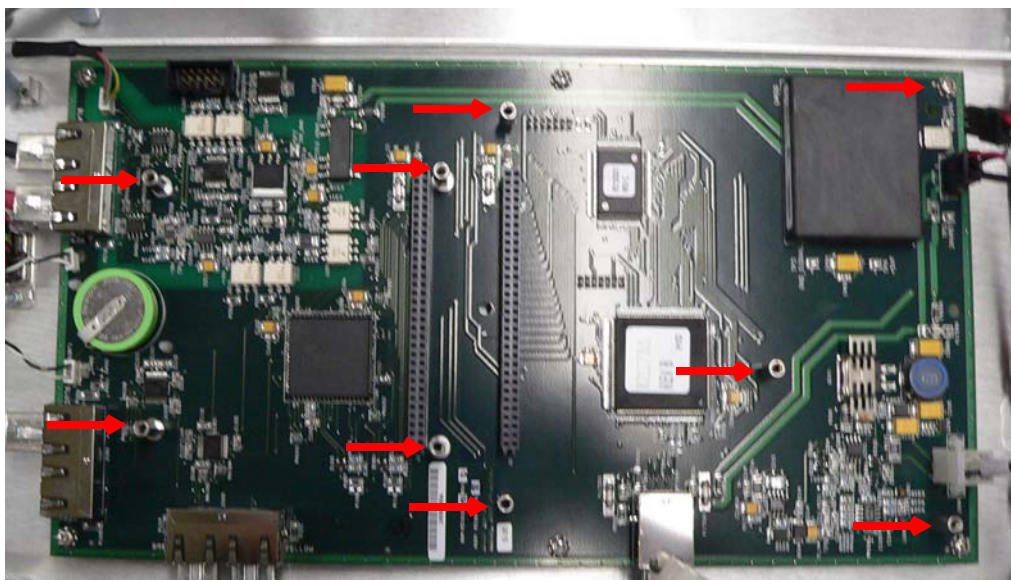

图 B-35 主板垫片
6. 拆下分隔小型电路板与主板的九 (9) 组垫片硬件（图 B-35）。
11. 重新安装分隔小型电路板与主板的就（9）组垫片硬件（第 B-25 “页图 B-35）。